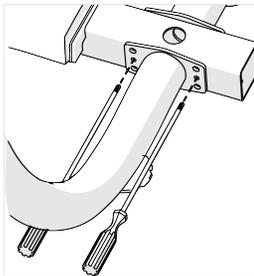

Abbildung 4
1. Platzieren Sie die beiden Seitenarmstützen an der Mittelstütze und stecken Sie einen schmalen Schraubendreher durch die mittleren Löcher der beiden Seitenarme und der Mittelstütze, um sie korrekt auszurichten (Abbildung 4).